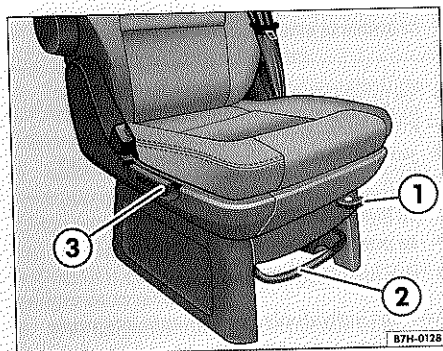

Fig. 58 Mandos en la parte delantera del asiento individual
- Tire del estribo de desbloqueo $\Rightarrow$ fig. 58 ② hacia arriba y manténgalo en esta posición.
- Suelte el estribo de desbloqueo ②.
- Tire hacia un lado de la palanca de desbloqueo²⁹⁾ $\Rightarrow$ página 70, fig. 58 ① situada en la parte delantera del armazón del asiento y gire un poco el asiento.
- Suelte la palanca de desbloqueo ① y continúe girando el asiento.